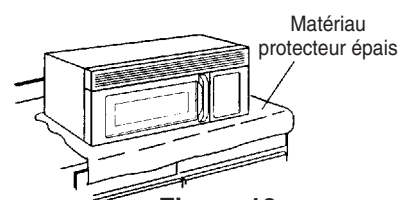

Figure 10
2. Couvrir le comptoir ou la surface de cuisson avec un matériau protecteur épais afin d'empêcher les dégâts et la saleté. Voir la figure 10.